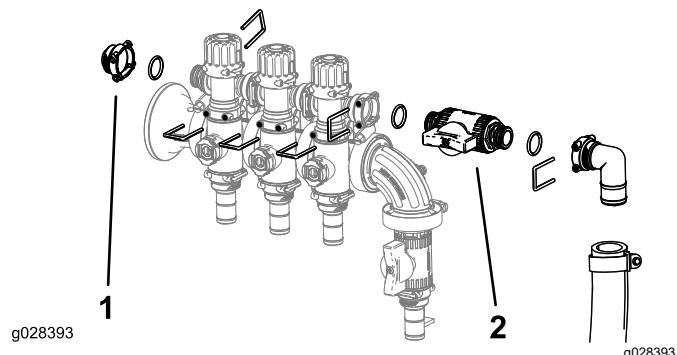

Рисунок 12
7. Установите блок перепускных клапанов стрелы, крышку с внутренней резьбой, уплотнительные кольца, отсечной клапан и штуцер со шлангом в сборе, используя ранее демонтированные держатели, как показано на Рисунок 12.